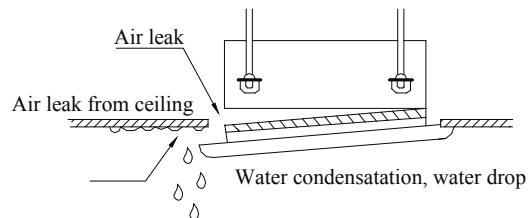

Fig. 14
1. Un fissaggio non corretto delle viti potrebbe causare gli inconvenienti illustrati nella fig.14.